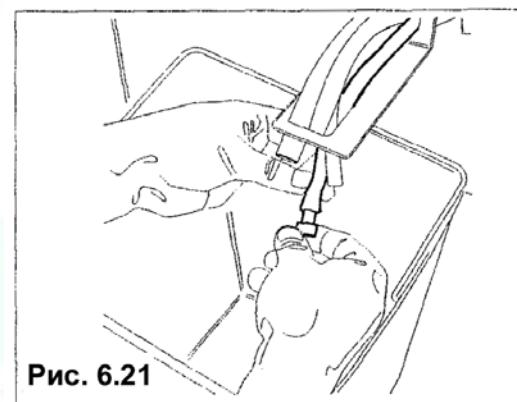

Рис. 6.21
- Полнотью опорожнить бак для горячей воды и резервуар с поплавком, вынув пробку из шланга, расположенного вдоль спускного желоба (рис. 6.21).